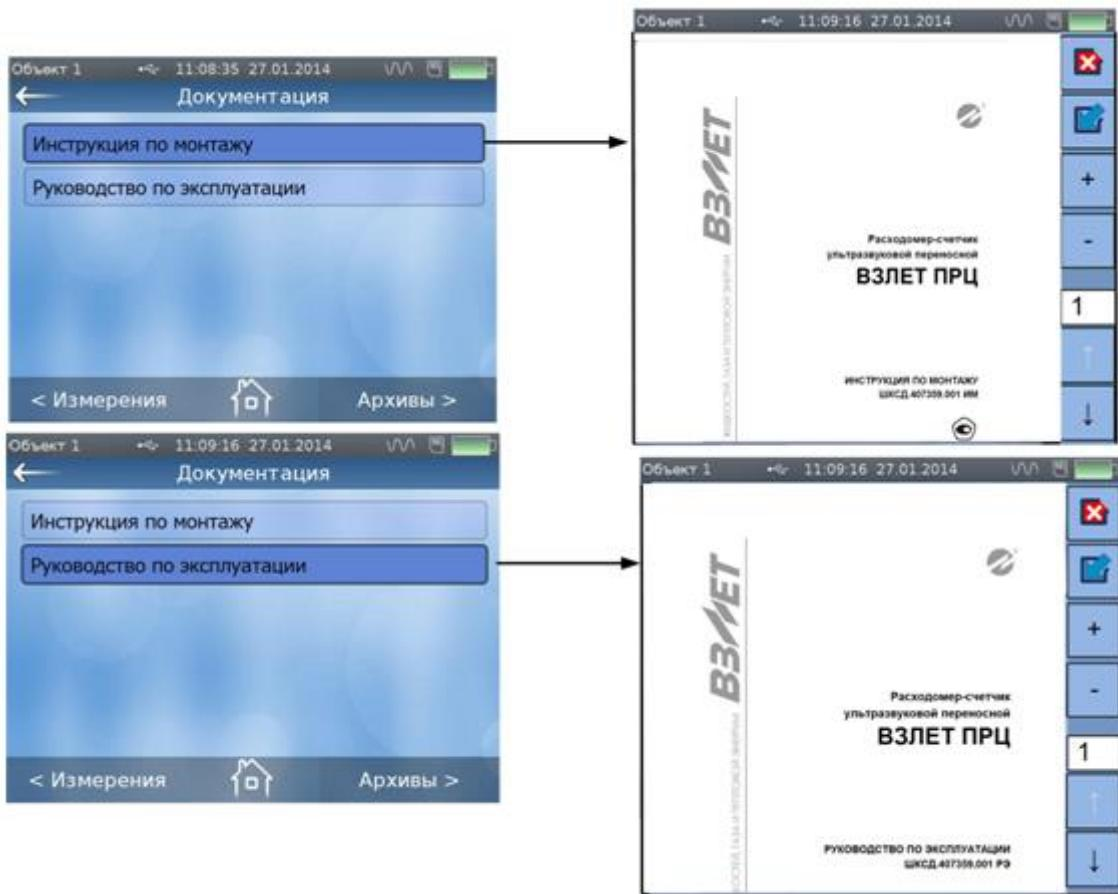

Рис.18. Окно «Документация».
- 4.11. В окне **Документация** (рис.18) доступны для чтения настояще руководство по эксплуатации и инструкция по монтажу на расходомер, что облегчает работу с прибором и его монтаж при отсутствии на объекте эксплуатации персонального компьютера или печатного издания эксплуатационной документации.